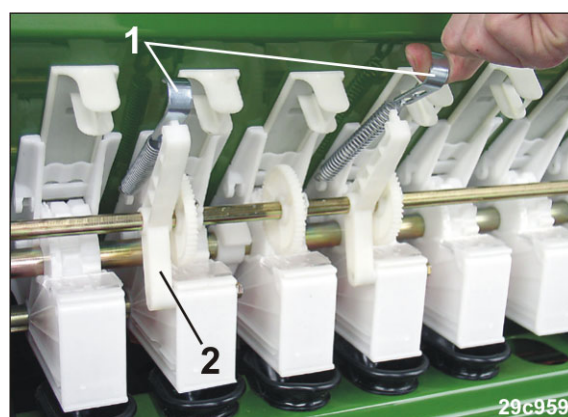

Fig. 239
2. Die Zugfedern (Fig. 239/1) der Vorgelegewellenlager (Fig. 239/2) entfernen.